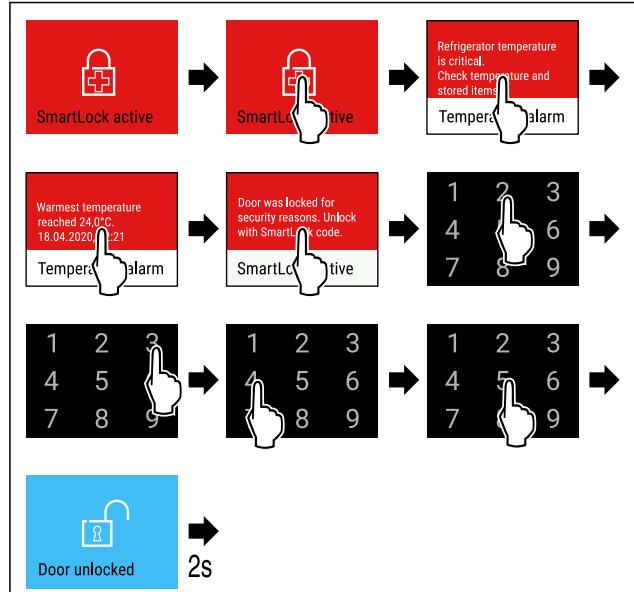

Fig. 86
- Seguir los pasos de procedimiento (consulte Fig. 86).